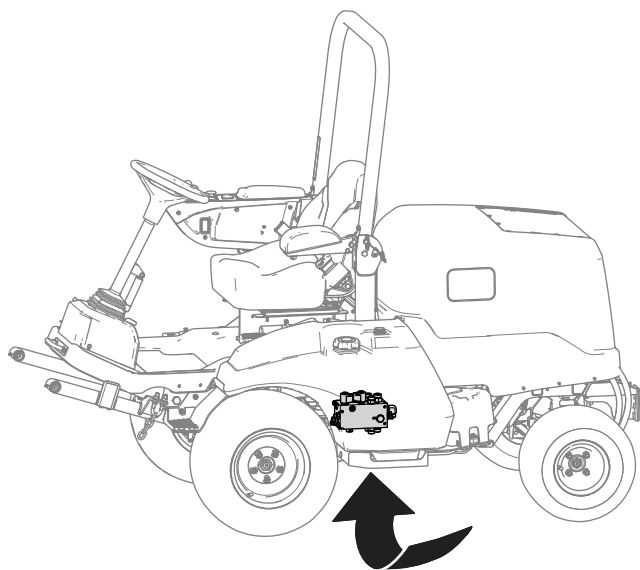

Рисунок 20
3. Найдите гидравлический коллектор подъема под машиной (Рисунок 20).